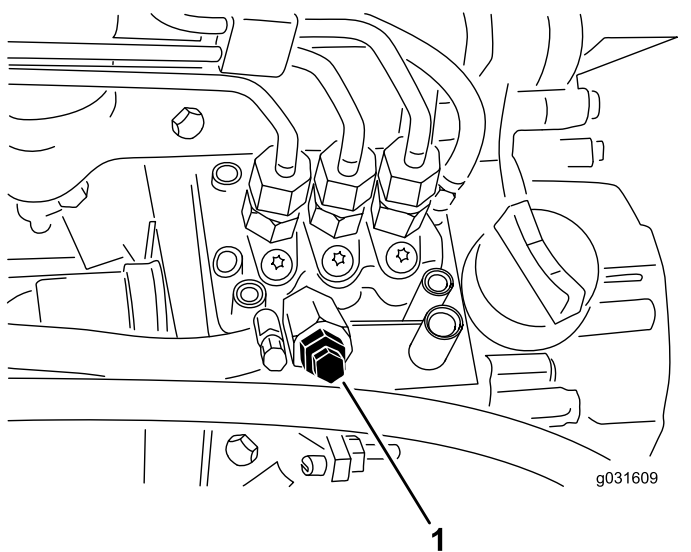

Figure 54
4. Desserrez la vis de purge sur la pompe d'injection (Figure 54).